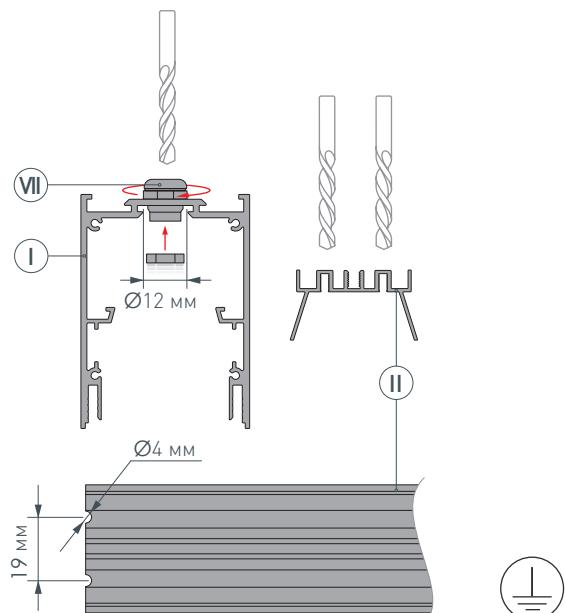

Рис. 1. Подготовка отверстий для вывода кабелей на основании для светодиодной ленты (II). Вид сверху
1 Просверлите отверстие $\varnothing 12$ мм в профиле (I) для вывода сетевого кабеля, а также для установки клемм заземления профиля и блока питания. Затем просверлите два отверстия $\varnothing 4$ мм в основании для ленты (II) для вывода кабеля питания светодиодной ленты, как показано на рис. 1. **Установите клеммы заземления профиля и блока питания.** Установите и зафиксируйте в профиле (I), в отверстии для сетевого кабеля медную муфту (VII).